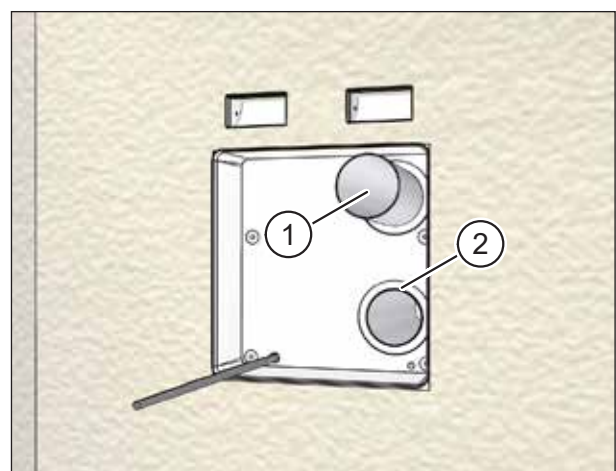

Abb. 34: Lüftungsrohre ablängen
- ▶ Schieben Sie beide Lüftungsrohre (Pos. 1 in Abb. 34) soweit in die Öffnungen des Montagesets ein, dass sie bündig mit der Innenseite des Montagesets abschließen (Pos. 2 in Abb. 34).